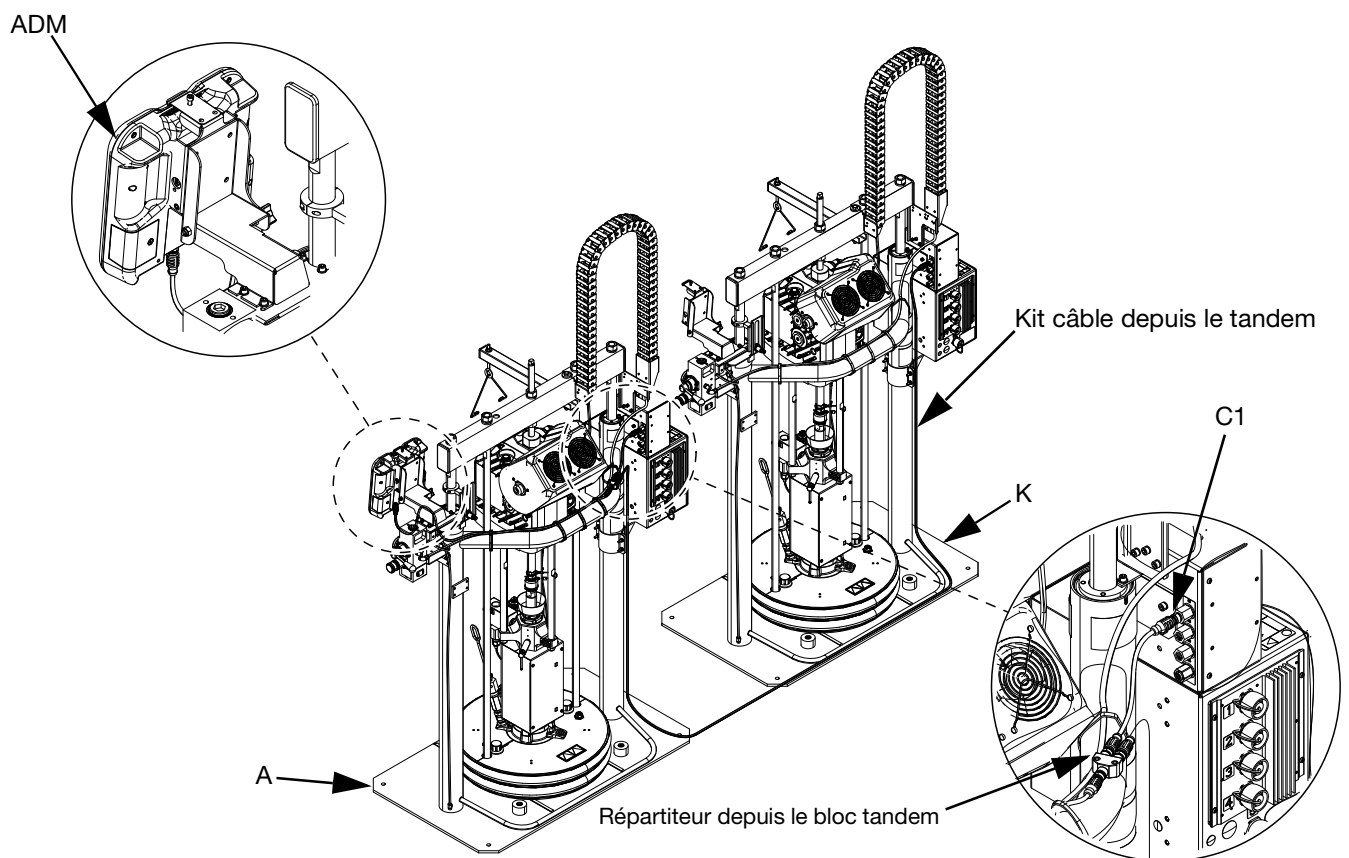

FIG. 10: Connexions de communication
4. Utiliser les attaches pour fixer les câbles au châssis de l'élévateur. Voir FIG. 10 pour l'acheminement des câbles.